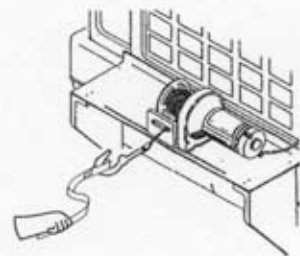

Figure 2
14. NE VOUS APPROCHEZ PAS DU TREUIL, DU CÂBLE NI DU CROCHET LORSQUE VOUS VOUS SERVEZ DU TREUIL. Utilisez la barre de sauvegarde des mains pour réenrouler les derniers mètres de câble métallique sur le treuil (voir Figure 2).